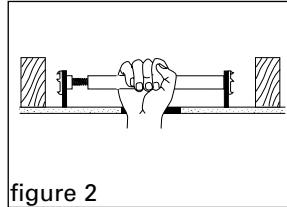

figure 2
2. Lorsque les deux extrémités de l'armature Saf-T-Brace® reposent fermement sur le gyproc, faites pivoter le tube carré jusqu'à ce que les «dents» soient solidement verrouillées dans la solive (uniquement à la main). Il peut être nécessaire d'utiliser une clé de 7/8" pour effectuer le tour final et ajuster la barre au côté plat. Ne pas installer à l'aide d'une clé. Un des côtés plats du tube doit être parallèle au gyproc afin que le support s'accroche correctement (figure 2).